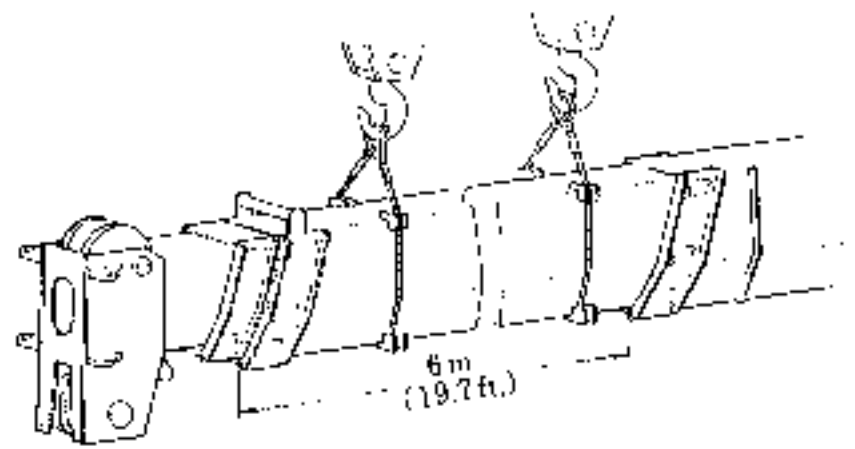

Fig. 7
4. With the second boom section pulled out approx. 6 m (19.7 ft.) suspend it at two points using overhead cranes, and then draw it out. (Fig. 7)
4. セカンドブームを約6 m引き出した時点で、セカンドブームの前後よりクレーンで吊って引き出し、戻り外す。(Fig. 7)